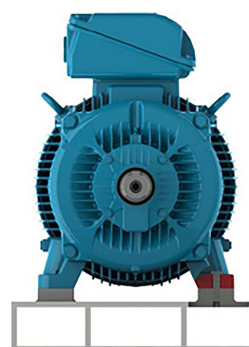

Figura 6.4: Motor instalado sobre base metálica
- Bases metálicas: mais comuns para motores de pequeno porte (ver Figura 6.4 na página 203).